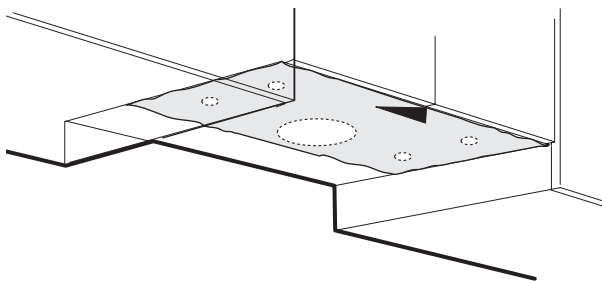

Fig. 4
- Percez des trous dans le double fond, selon de modèle, comme indiqué. **Fig. 4**